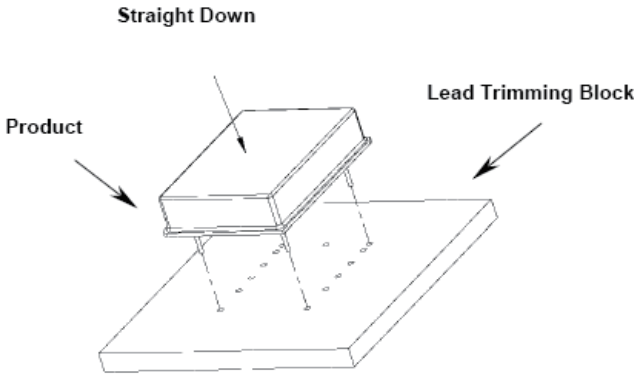

图 1：插入修整板
- 2. 插入修整板。**产品应沿管脚直插而下，直到平放在修整板上。必须保证只有管脚长被修整，或从板的另一侧可以看到多余管脚部分。如图 1 所示。